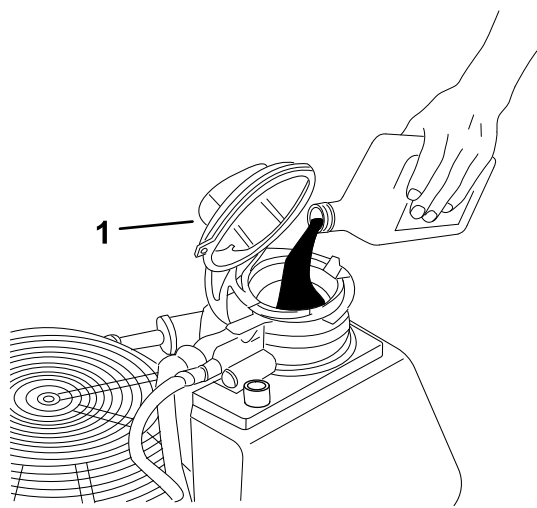

Figura 39
7. Si el nivel de aceite es bajo, abra el tapón de llenado (**Figura 39**).